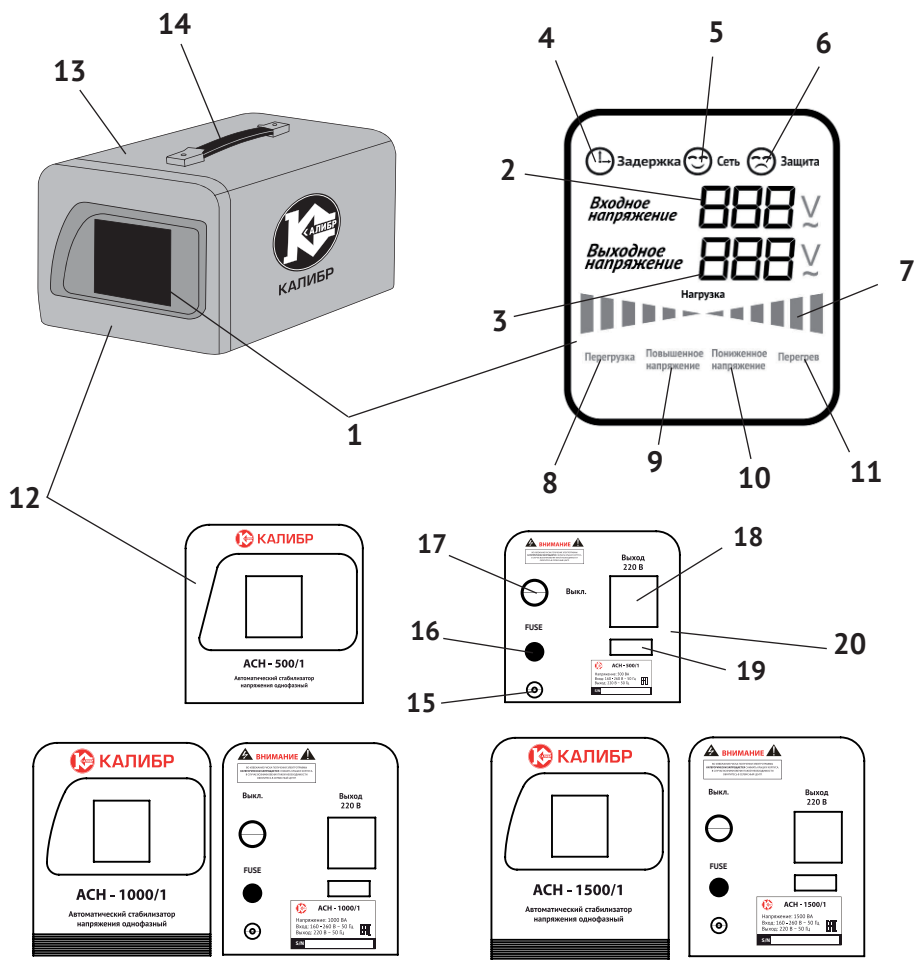

рис. 1
1.6 Внешний вид\* стабилизатора представлен на рис.1
1.7 В металлическом корпусе (рис.1 поз.13) размещены основные узлы стабилизатора: автотрансформатор, плата управления, силовые ключи (реле) и приборы контроля и управления. На передней панели (рис.1 поз.12) расположен многофункциональный дисплей (рис.1 поз.1), полностью отображающий режим работы стабилизатора.
На задней панели (рис.1 поз.20) стабилизатора расположены: две розетки (рис.1 поз.18 и 19) для подключения нагрузки («евро» и двухполюсная), двухпозиционный («ВКЛ.», «ВЫКЛ.») выключатель (рис.1 поз.17) и плавкий предохранитель (рис.1 поз.16). К ней же подведён кабель питания (3x0,75 мм2) – АСН-1000 и АСН-1500 с вилкой (рис.1 поз.15), (3x0,5 мм2) – АСН-500.
1.8 Дисплей, цифровым индикатором (рис.1 поз.2) показывает величину напряжение на входе в стабилизатор (напряжение питающей сети). Цифровой индикатор (рис.1 поз.3) показывает напряжение на выходе стабилизатора.
а) «Задержка» - индикатор времени задержки включения (рис.1 поз.4) высвечивается после первичного подключения питающей сети в режиме минимальной задержки (около 5 секунд). Повторное включение (после срабатывания защиты) происходит автоматически, после анализа сети, с задержкой до 180 секунд. Задержка включения необходима для обеспечения стабильного режима работы и применяется, как при первом включении стабилизатора, так и при включении после экстренных отключений (выход напряжения за пределы рабочего диапазона, короткое замыкание, обрыв кабеля и т.п.). Автоматическое увеличение режима «задержка» до 180 секунд устанавливается блоком управления при подключении нагрузки с электродвигателями (холодильник, стиральная машина, электроинструмент и т.п.). Данное время задержки необходимо для того, чтобы после экстренного отключения все приборы, подключённые к стабилизатору, пришли в механическую и электрическую стабильность (остановились валы электродвигателей, разрядились конденсаторы и т.п.).
б) «Нормальная работа» - индикатор (рис.1 поз.5) светится постоянно, когда напряжение питающей сети находится в регулируемом интервале (160 – 265 В).
в) «Защита» - индикатор (рис.1 поз.6) высвечивается при отключении блока управления нагрузки по одной из причин, на которую указывают индикаторы нижнего ряда (рис.1 поз.8 – 11).
г) «Перегрузка» - индикатор (рис.1 поз.8) высвечивается, когда мощность подключённой нагрузки превышает максимальную мощность модели стабилизатора, указанную в табл.1.4.
д) «Повышенное напряжение» - индикатор (рис.1 поз.9) высвечивается при повышении входящего напряжения за пределы регулируемого диапазона – 265 В.
е) «Пониженное напряжение» - индикатор (рис.1 поз.10) высвечивается при понижении входящего напряжения за пределы регулируемого диапазона – 160 В.
ж) «Перегрев» - индикатор (рис.1 поз.11) высвечивается при превышении температуры основных узлов свыше 110°C. После снижения температуры до 85°C стабилизатор автоматически подключает нагрузку.
з) «Индикация степени нагрузки» - симметричный дуолучевой индикатор (рис.1 поз.7) цветом (зелёный в центральной части, красный по краям) отображает степень подключённой нагрузки к максимально возможной мощности модели стабилизатора. Высвечивается зелёная зона – мощность нагрузки в пределах номинальной работы аппарата. Начинают высвечиваться красные (крайние) участки лучей – стабилизатор работает на пределе своей мощности. Возможно высвечивание индикатора «перегрузка» (рис.1 поз.8) и отключение потребителей.